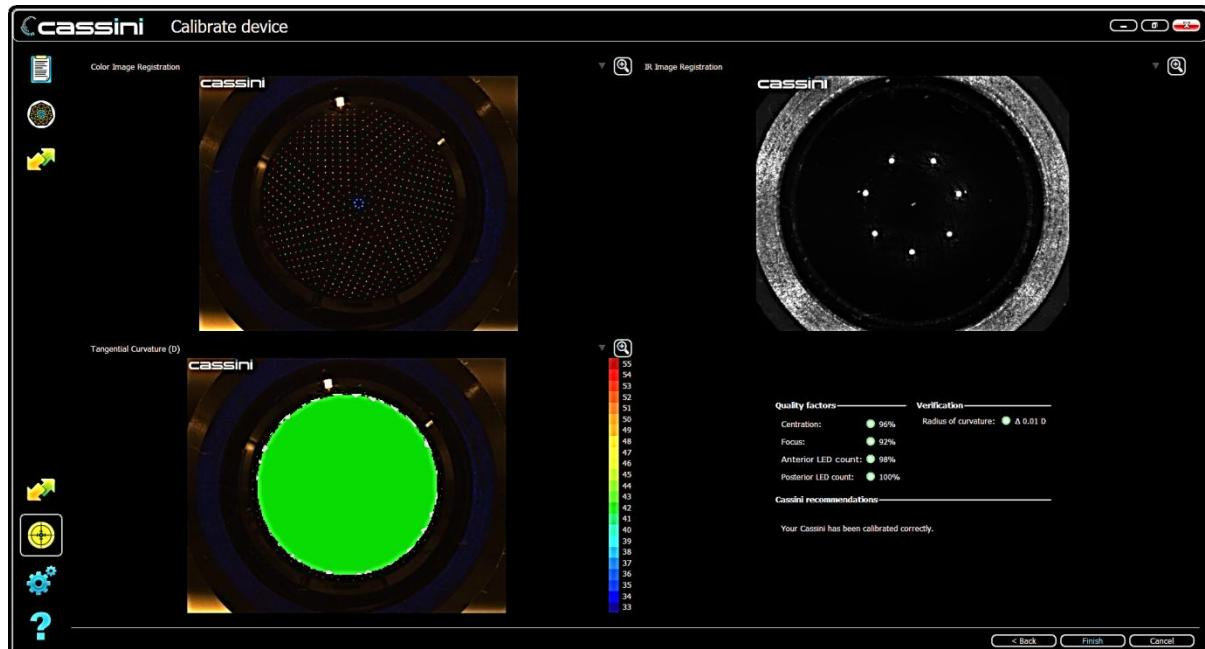

Figura 11: Verificación de calibración
- En lugar de guardar los datos de calibración, el Cassini proporciona un resumen de los datos de calibración y verifica si el radio de curvatura es correcto. El Cassini recomienda si la calibración debe guardarse o si debe llevarse a cabo alguna otra acción (Figura 11)